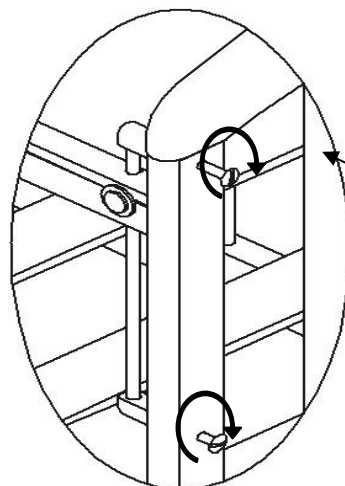

Рис.2
- Установить переднее ограждение(4) между спинками (1,2), используя винты М6х35 и ограничительные втулки из механизма опускания «Кнопка». Рис.2